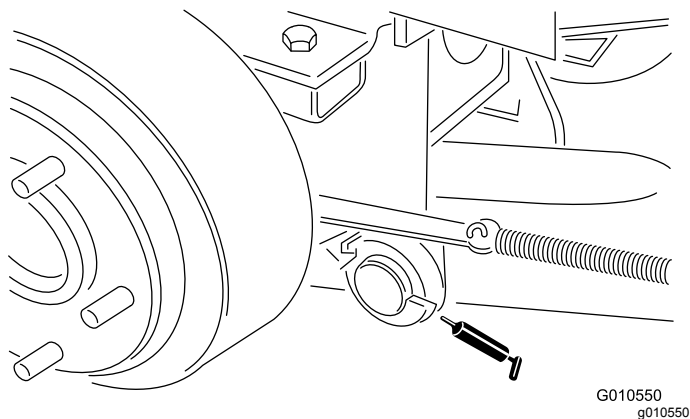

Bild 21
- Rückwärtige Schwenkstellen des Hubarms (Bild 21)